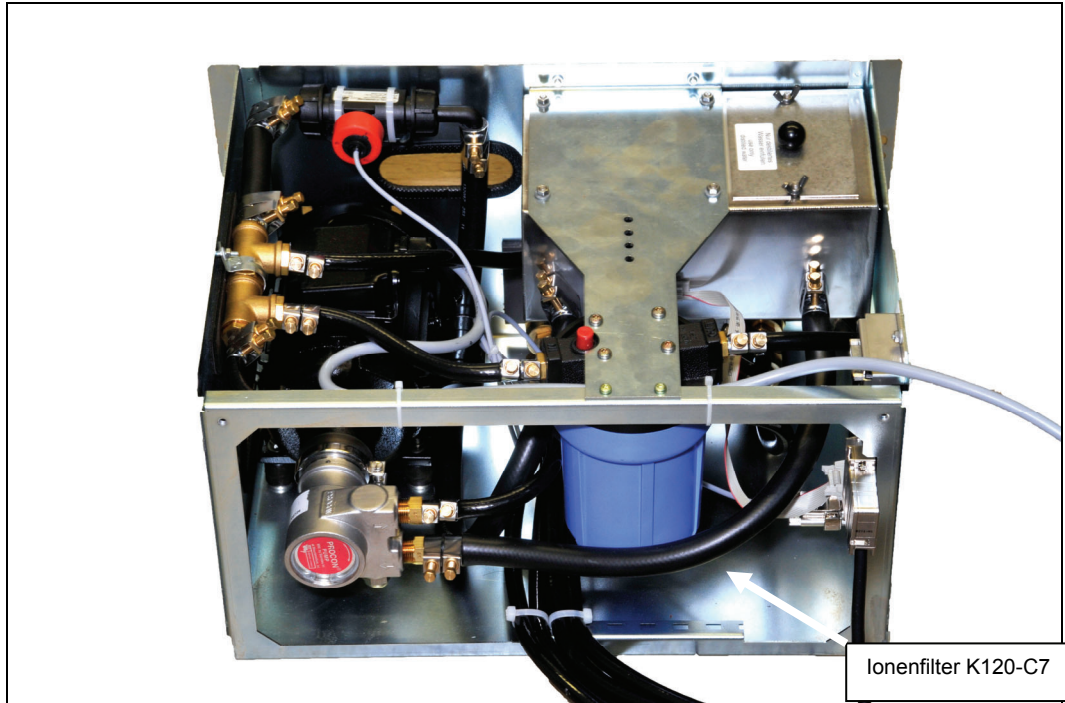
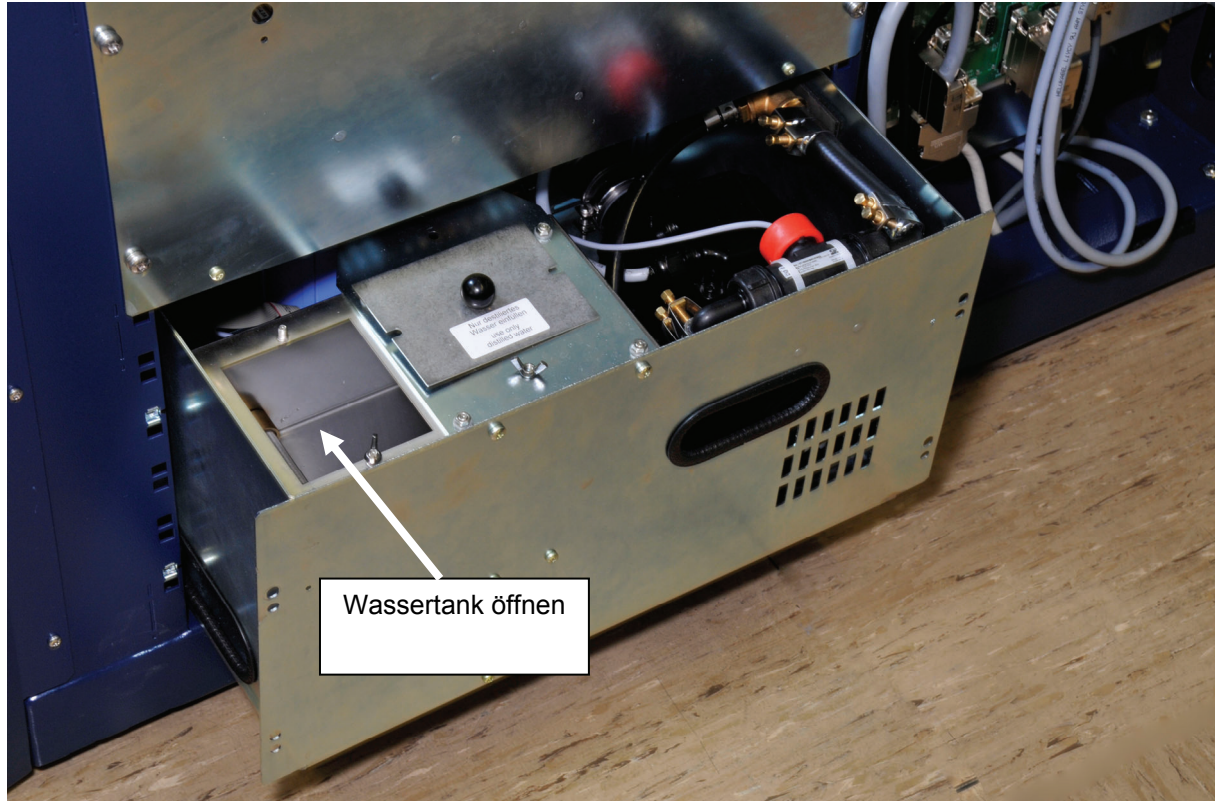

Abb. 15: Rückansicht des optionalen internen Kühlwasseraggregats (A14-A6).
Abb. 16: Auffüllen des Wassertanks des internen Kühlwasseraggregats. Der Wassertank ist bereits offen.
- Kühlwasseraggregat vorsichtig etwas aus dem Gehäuse ziehen (Abb. 16).
- Abdeckung des Wassertanks öffnen (Abb. 15, Abb. 16).